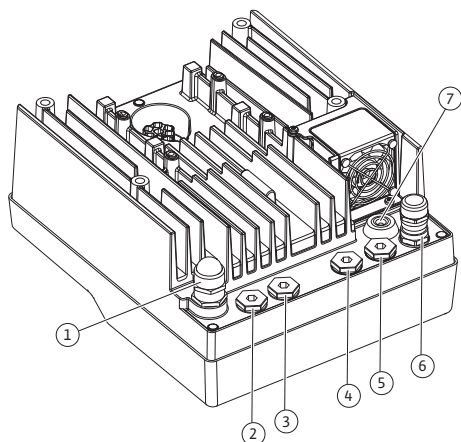

Fig. 18: Kabelové šroubení/kabelové průchodky
4. Přívodní kabel musí být veden kabelovými průchodkami M25 (Fig. 18, poz. 1). Kabelovou průchodku dotáhněte předepsaným utahovacím momentem.